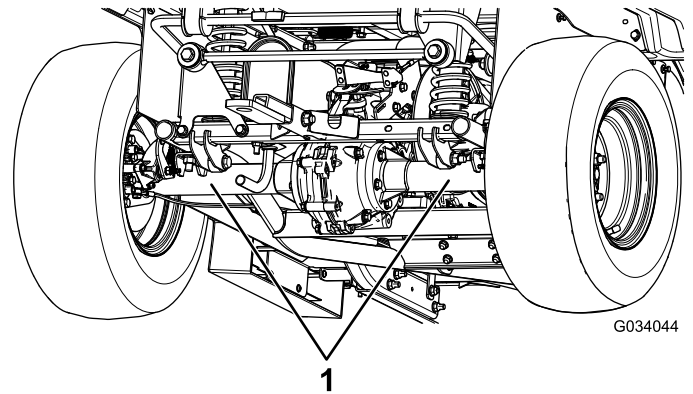

Figura 23
- Il punto di sollevamento nella parte posteriore della macchina si trova sotto i tubi dell'assale (Figura 23).